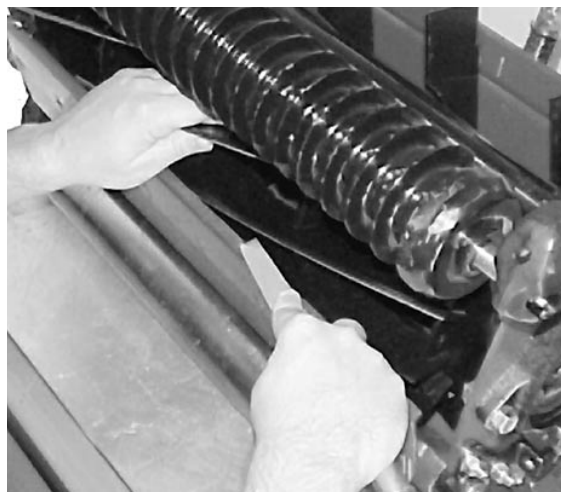

Fig. 58
8. Con un pennello dal manico lungo (N.cat. Toro 29-9100) applicare il preparato per lappatura. Non utilizzare mai pennelli dal manico corto (Fig. 58).